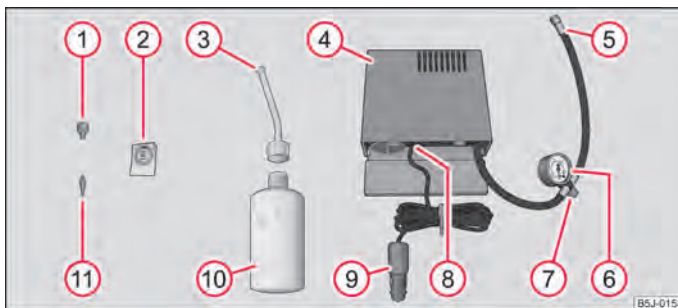

Fig. 141 Componenti del kit per la riparazione degli pneumatici
- Incollare l'adesivo ② ⇒ fig. 141 sulla plancia strumenti, nel campo visivo del conducente.
- Servendosi dello svitatore per inserti valvola ① svitare l'inserto valvola e riporlo in un luogo pulito. ■
- Agitare energicamente alcune volte la bombola di riempimento dello pneumatico ⑩ ⇒ fig. 141.
- Avvitare stabilmente il tubo di gonfiaggio ③ sulla bombola di riempimento ⑩ girando in senso orario. La pellicola presente sulla chiusura si rompe automaticamente.
- Rimuovere il tappo dal tubo di gonfiaggio ③ ed inserire a fondo l'estremità aperta sulla valvola di gonfiaggio dello pneumatico.
- Tenere la bombola ⑩ con il fondo rivolto verso l'alto e lasciare che tutto il sigillante della bombola fluisca nello pneumatico.
- Riavvitare l'inserto valvola con l'avvitatore per inserti valvola ① nella valvola di gonfiaggio dello pneumatico.
- Avvitare saldamente il tubo flessibile di gonfiaggio pneumatico ⑤ ⇒ fig. 141 del compressore aria alla valvola di gonfiaggio dello pneumatico.
- Verificare che la vite di scarico aria ⑦ sia chiusa.
- Inserire la spina ⑨ nella presa da 12 volt ⇒ pagina 65.
- Attivare il compressore aria con l'interruttore ON-OFF ⑧.
- Se non è possibile raggiungere una pressione pari a 2,0 - 2,5 bar, svitare il tubo flessibile ⑤ dalla valvola di gonfiaggio dello pneumatico.
- Riavvitare saldamente il tubo flessibile di gonfiaggio pneumatico del compressore aria ⑤ alla valvola di gonfiaggio e ripetere l'operazione di gonfiaggio.